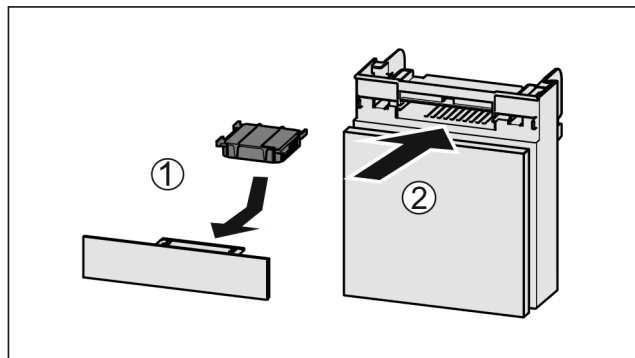

Fig. 264
- Umetnite filtara s aktivnim ugljenom kao što je prikazano na slici Fig. 264 (1).
- Umetnite pretinac Fig. 264 (2).